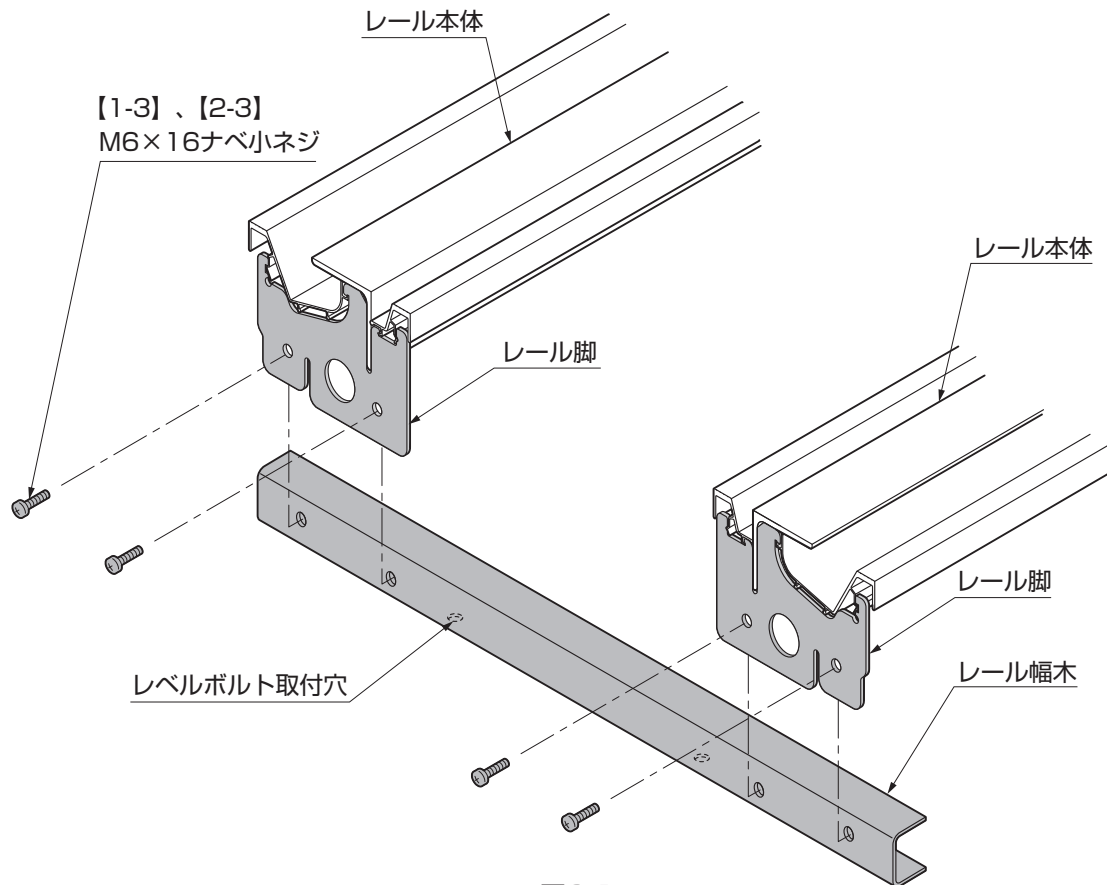

図3-1
- ①レール本体のレール脚部分に【1-3】または【2-3】でレール幅木を取付けてください。レール幅木はレベルボルト取付穴が下向きになるように取付けてください。(図3-1参照)